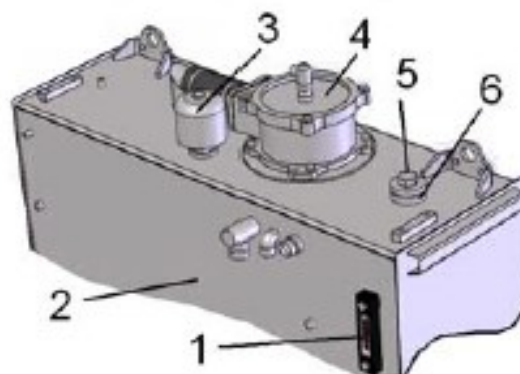

Fig. 5.1. Tanque hidráulico:
- Nivel de aceite del tanque. Verifique el nivel de fluido hidráulico con un indicador de nivel en la pared lateral del tanque (Fig. 5.1). Asegúrese de que el nivel de líquido se mantenga por encima del límite más bajo indicado en la escala del medidor de nivel. Para rellenar líquido, abra la tapa frontal del tanque y retire el tapón 5 de la boca de llenado del tanque junto con un filtro de pantalla. Verifique el estado de una rejilla y respiradero y lávelos con combustible diésel, cuando sea necesario. Reinstalar filtro y rellene el fluido hidráulico hasta la línea central de la escala, como se especifica en los datos de la tabla de lubricación.